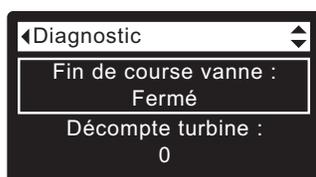

FIG. 96
2. Appuyez sur le bouton **BAS** (▼) pour faire défiler les options du menu et mettre en encadré l'écran **Fin de course vanne** (cf. Figure 96).